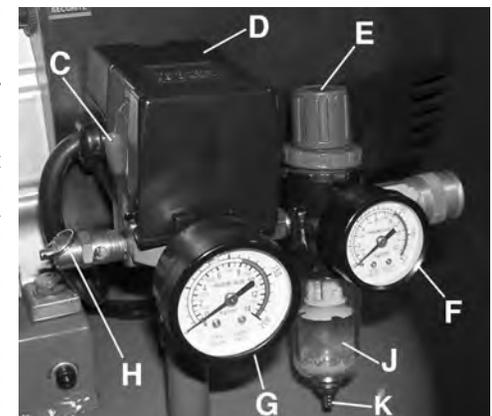

FIGURE 5
**INTERRUPTEUR ON/AUTO-OFF (C) FIG. 5:** Mettez cet interrupteur à ON pour alimenter le manostat automatique et à OFF pour mettre hors tension à la fin de chaque utilisation.
**MANOSTAT (D) FIG. 5:** Le manostat met automatiquement le moteur en marche lorsque la pression de réservoir chute sous la pression d' "enclenchement" établi en usine. Il arrête le moteur lorsque la pression du réservoir d'air atteint la pression de "déclenchement" établi en usine.
**RÉGULATEUR (E) FIG. 5:** La pression d'air provenant du réservoir d'air est contrôlée par le régulateur. Soulevez le bouton du régulateur pour le déverrouiller et ensuite tournez-le dans le sens horaire pour augmenter la pression ou en sens anti-horaire pour diminuer la pression. Poussez sur le bouton du régulateur pour le verrouiller en place. Pour éviter un nouveau réglage mineur après avoir modifié le réglage de pression, approchez toujours la pression désirée depuis une pression plus basse. En réduisant d'un réglage plus élevé à un réglage plus bas, réduisez d'abord à une pression inférieure à celle désirée, puis amenez à la pression désirée. Suivant les besoins en air de chaque accessoire particulier, il peut être nécessaire de régler la pression d'air contrôlée par sortie pendant l'utilisation de l'accessoire.
**MANOMÈTRE POUR PRESSION DE SORTIE (F) FIG. 5:** Le manomètre pour pression de sortie indique la pression d'air disponible sur le côté sortie du régulateur. Cette pression est contrôlée par le régulateur et est toujours inférieure ou égale à la pression du réservoir.
**MANOMÈTRE POUR PRESSION DE RÉSERVOIR (G) FIG. 5:** Le manomètre pour pression du réservoir indique la pression d'air de réserve dans le réservoir.
**SOUPAPE DE SÛRETÉ (H) FIG. 5:** Si le manostat ne met pas le compresseur à air à l'arrêt à son réglage de pression de déclenchement, la soupape de sûreté vous protégera contre la haute pression en "sortant" à sa pression réglée en usine (légèrement plus élevée que le réglage de déclenchement du manostat).
**FILTRE À L'EAU (J) FIG. 5.** Le filtre à l'eau vous permet d'écouler de l'eau périodiquement lorsqu'il y a une accumulation de condensation. Tirez la soupape d'écoulement (K) Fig.5 vers le bas pour retirer l'accumulation d'eau. **Avertissement!** Ne tirez pas la soupape d'écoulement lorsque le réservoir est sous pression, sinon risque de projectile!
9. Tirez l'anneau de la soupape de sûreté (H) Fig. 5, en laissant l'air se vider du réservoir jusqu'à ce que la pression du réservoir soit environ 20lb/po2. Relâchez l'anneau de la soupape de sûreté.
**REMARQUE:** Si la soupape de vidange est colmatée, tirez l'anneau de la soupape de sûreté (H) Fig. 5, et tenez jusqu'à ce que toute la pression d'air ait été relâchée. La soupape peut alors être retirée, nettoyée et remise en place.
4. Tirez l'anneau de la soupape de sûreté (H) Fig. 5, en laissant l'air se vider du réservoir jusqu'à ce que la pression du réservoir soit environ 20lb/po2. Relâchez l'anneau de la soupape de sûreté.
**REMARQUE:** Si la soupape de vidange est colmatée, tirez l'anneau de la soupape de sûreté (H) Fig. 5, et tenez-la jusqu'à ce que toute la pression d'air ait été relâchée. La soupape peut alors être retirée, nettoyée et remise en place.